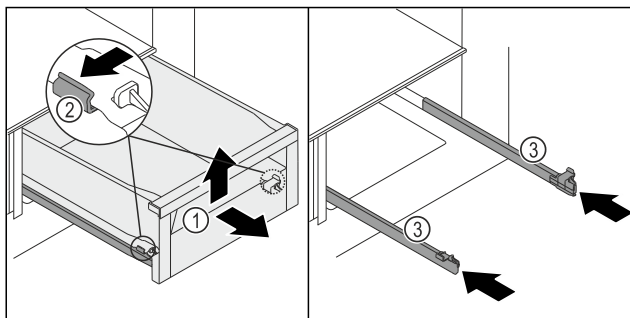

Fig. 199
- ▶ Вытяните выдвижной ящик Fig. 199 (1) до упора.
- ▶ Одновременно выдавите зажим Fig. 199 (2) слева и справа на направляющих немного наружу.
- ▶ Выдвижной ящик Fig. 199 (1) снимается с направляющих.
- ▶ Приподнимите выдвижной ящик Fig. 199 (1) спереди.
- ▶ Извлеките выдвижной ящик Fig. 199 (1) движением вперед.
- ▶ Задвиньте направляющие Fig. 199 (3).